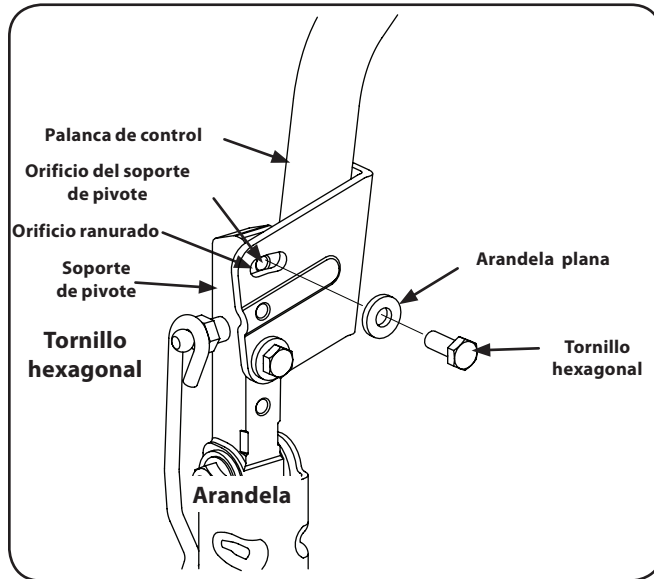

Figura 3-4
2. Levante y gire esa palanca de control hacia arriba hasta que el orificio ranurado del soporte de la palanca quede alineado con uno de los orificios del soporte de pivote. Vea la Figura 3-4.
3. Deslice la arandela plana hacia el tornillo hexagonal. Desde afuera, inserte el tornillo hexagonal con arandela a través de la ranura de la palanca de control y el orificio del soporte de pivote. Vea la Figura 3-4.